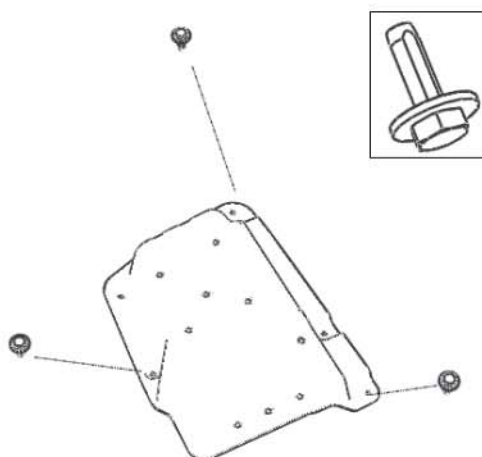

图 2-18
(1) 用 10 号套筒，拆除油管防护板与车身连接的 3 个螺栓，如图 2-18 所示；